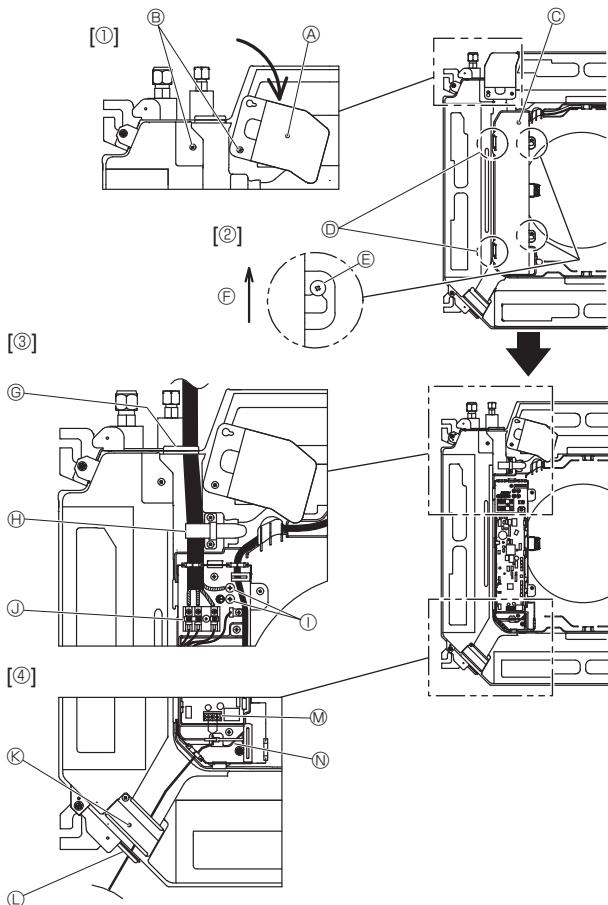
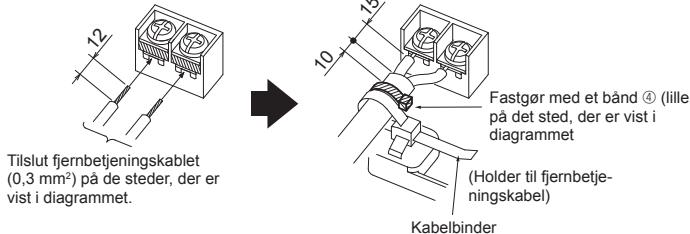

Fig. 6-1
Fig. 6-3
6.1. Indendørs enhed (Fig. 6-1)
- Løsn de to skruer, der holder servicepanelet til elektrisk ledningsføring fast, og vend derefter servicepanelet til elektrisk ledningsføring. [Fig. 6-1 ①]
- Løsn de to skruer, der holder dækslet over el-boksen fast, og skub derefter dækslet af. [Fig. 6-1 ②]
- Før strømkablet, indendørs-/udendørsenhedens tilslutningskabel og jordforbindelseskablet gennem de respektive åbninger til ledningsføring som vist i diagrammet. [Fig. 6-1 ③] Sæt den kappeklædte del af strømkablet og indendørs-/udendørsenhedens tilslutningskabel i eldåsen.
- Før fjernbetjeningens styrekabel gennem de respektive åbninger til ledningsføring som vist i diagrammet. [Fig. 6-1 ④, Fig. 6-3]